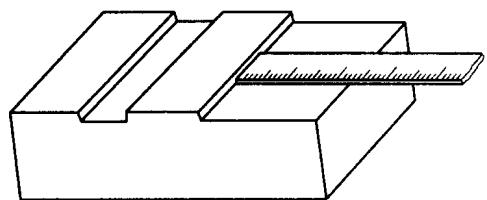

图 2—5 台阶的测量
(3) 没有台阶零件的测量。测量没有台阶的零件时，用拇指在零件边上支撑刻度尺，“0”刻线必须和零件的测量边对准，如图 2—6 所示。